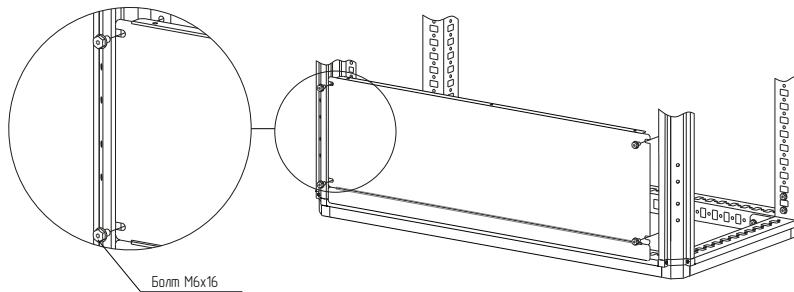

Рисунок 2
4.1.3 Закрепить фальш-панель внутреннюю глухую на нужной высоте болтами самонарезающими M6×16 (рисунок 2). Момент затяжки – 7 Н·м. Болты приобрести отдельно.